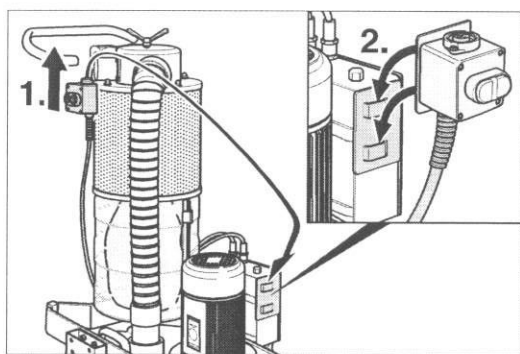

Fig. 44 Accrochez l'interrupteur Marche/Arrêt dans le support de transport sur le coffret de commutation.
- 6 Décrochez l'interrupteur Marche/Arrêt du chariot et accrochez-le dans le support de transport sur le coffret de commutation (fig. 44).